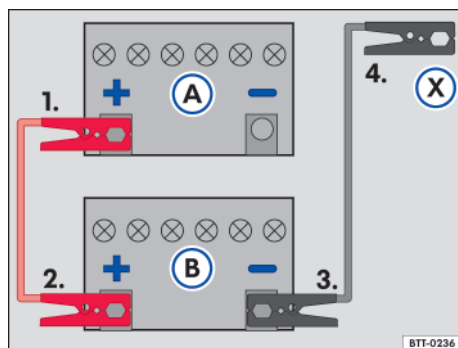

Fig. 164 Esquema para la conexión de los cables auxiliares de arranque: batería del vehículo descargada (A) y batería del vehículo que provee la corriente (B).
Leyenda para → **fig. 164**:
Conectar el cable de arranque auxiliar solo en la secuencia 1 – 2 – 3 – 4 → **fig. 164**.
- Conectar una extremidad del cable auxiliar de arranque *rojo* al polo positivo (+) del vehículo con la batería del vehículo descargada → fig. 164 (A) → ▲.
- Conectar el otro extremo del cable de arranque auxiliar *rojo* al polo positivo (+) del vehículo que suministra corriente (B).
- Conectar un extremo del cable de arranque auxiliar *negro* al polo negativo de la batería del vehículo que suministra la corriente (B).
- Conectar el otro extremo del cable de arranque auxiliar *negro* (X) al vehículo con la batería descargada en un punto de ayuda al arranque (punto de puesta tierra) o una pieza maciza de metal atornillada firmemente al bloque del motor, sin embargo, no cerca de la batería (A) → ▲.